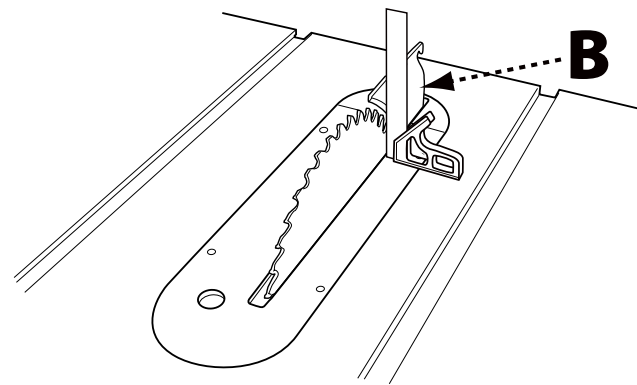

FIGURA 20b
3. Usando una escuadra, compruebe el ángulo de la parte frontal de la hoja con la mesa como se muestra en la Figura 20b, en la página 81. Si la hoja está a 90° con la mesa, continúe con el paso 6.
4. Si la hoja no está perpendicular con la mesa, gire la rueda manual para inclinar ligeramente la hoja y alejarla de la posición de tope, luego ajuste el tope de 90° girando el tornillo con hueco hexagonal ubicado en la parte superior de la mesa inmediatamente al frente del lado izquierdo de la placa de garganta (A). Vuelva a revisar el ángulo usando una escuadra y continúe ajustando hasta
1. **Alineación vertical:** Coloque una escuadra sobre la mesa y contra la parte frontal de la hoja, y asegúrese de que se extienda a lo largo del separador (B) como se muestra en la Figura 20b. El separador y la hoja deben tocar la escuadra sin ningún espacio. Asegúrese de que la regla se acomode entre los dientes y descansa sobre la parte frontal de la hoja y el separador para una alineación correcta.